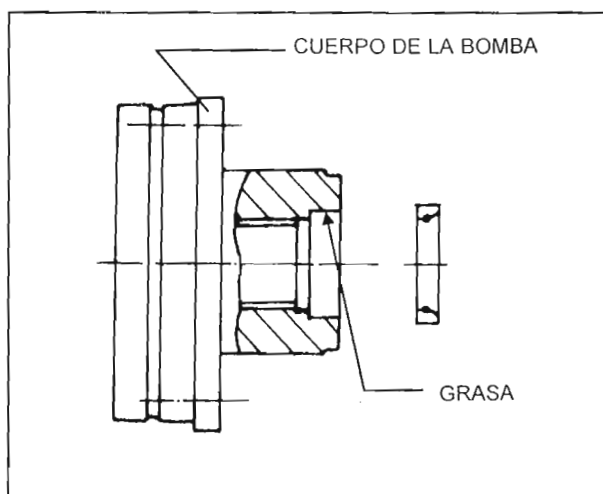

Fig. 63.
- Aplique ligeramente grasa en el diámetro del cuerpo de la bomba donde se asienta el retén. Fig. 63.